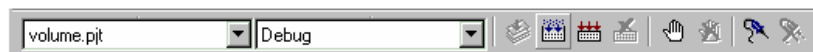

图 1-4 编译生成 Debug 子目录
(1) 选择 **Project Rebuild All** 或单击  (Rebuild All) 按钮，CSS 将重新编译、组织、链接项目中的所有文件。整个过程的信息将在窗口下方的信息框内显示。
(2) 默认方式编译过程中，在当前项目文件存放目录下将生成一个 Debug 子目录（如图 1-4 所示），编译生成的 out 文件将存放在该目录下。也可使用 CCS 工具栏选择其他位置存放该文件。